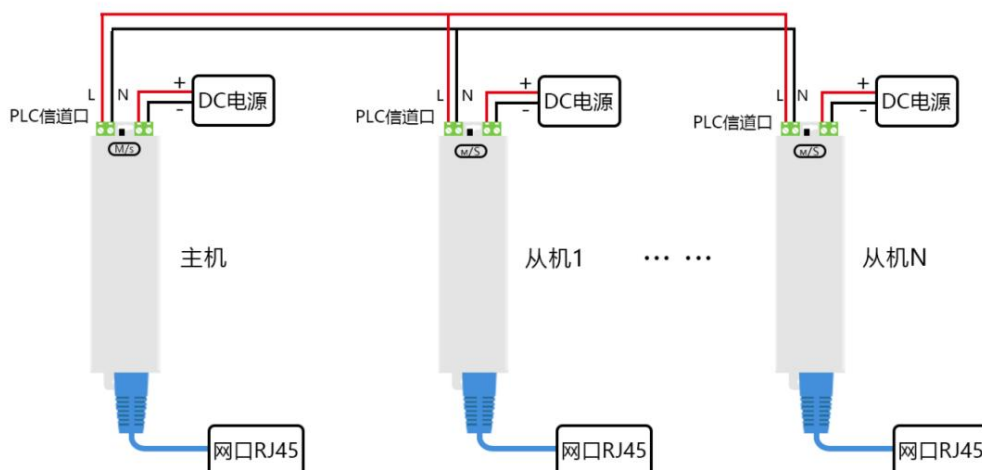

图 2
2.专用电缆接线方式：KS800N 电源接口接 DC12 ~ 48V 电源，需区分正负极；PLC 信道口并联至电力线上，无需区分相序。由于专用电缆不带电，因此这种接线方式无需加装隔离滤波器。参考接线示意图，如图 2。